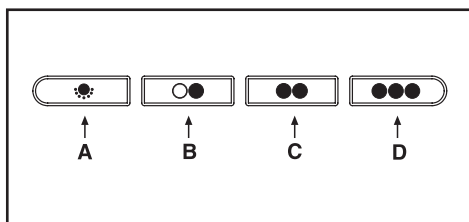

Fig.10
- **Comandi meccanici (Fig.10)** la simbologia è di seguito riportata: